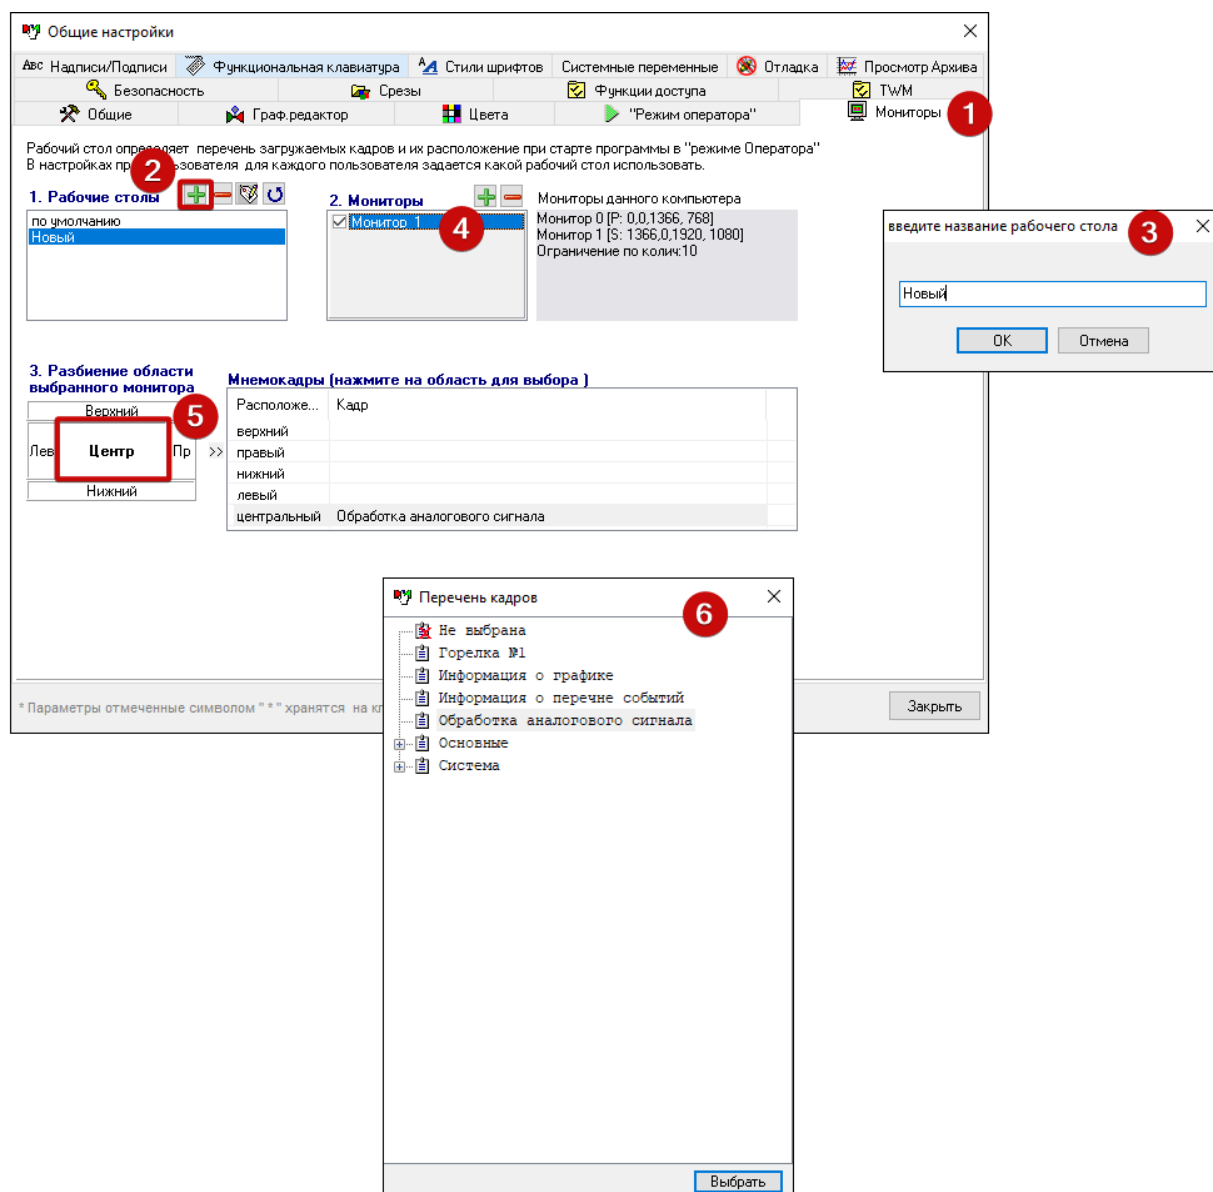

Рисунок 8.5. Добавление нового рабочего стола
- 2) Перейдите на вкладку "Мониторы" (рис. 8.5 [1]). Области вкладки разбиты по порядку конфигурирования рабочего стола.